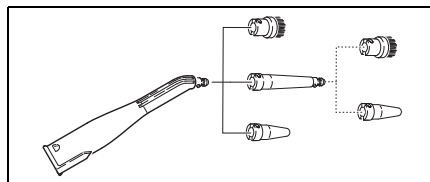

Fig. 8
- L'ugello a getto concentrato (D1) si può utilizzare anche insieme alla prolunga (D2), alla spazzola rotonda (D3) oppure all'ugello Power (D4) (Fig. 8). Sovrapporre a tal fine le due rientranze dell'acces-